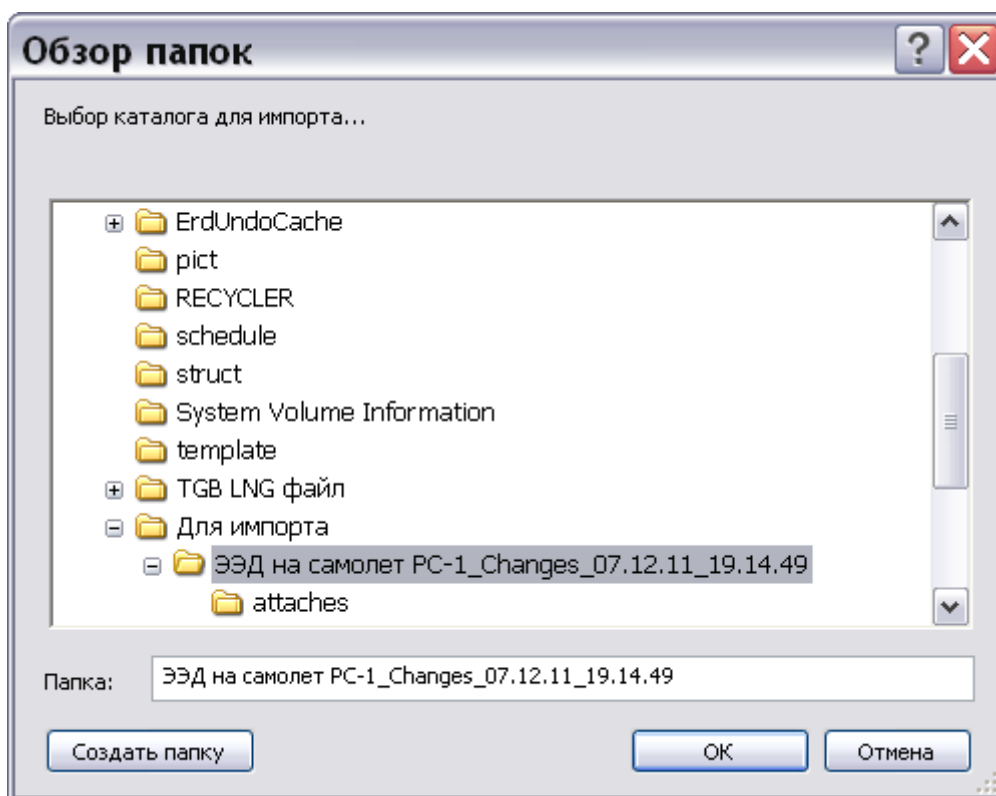

Рис. 20.13
3. Укажите папку, где находятся данные для импорта, нажав на кнопку  и выбрав её в окне **Обзор папок** (Рис. 20.13).